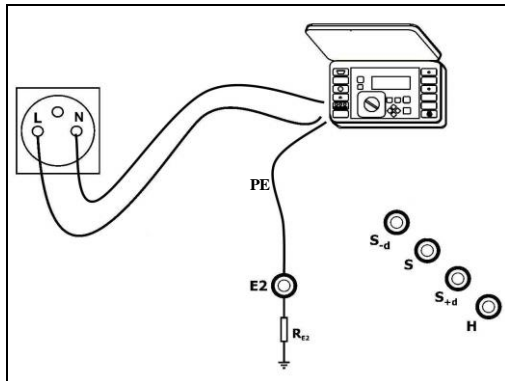

Fig.14. Conexión del medidor.
- conectar el medidor de impedancia del bucle de cortocircuito según Fig.14,